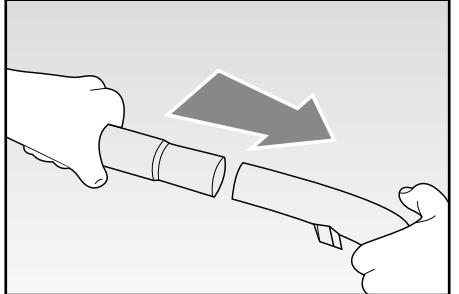

Fig. 3
- Inserire il tubo telescopico (L) sull'impugnatura (Fig. 3).